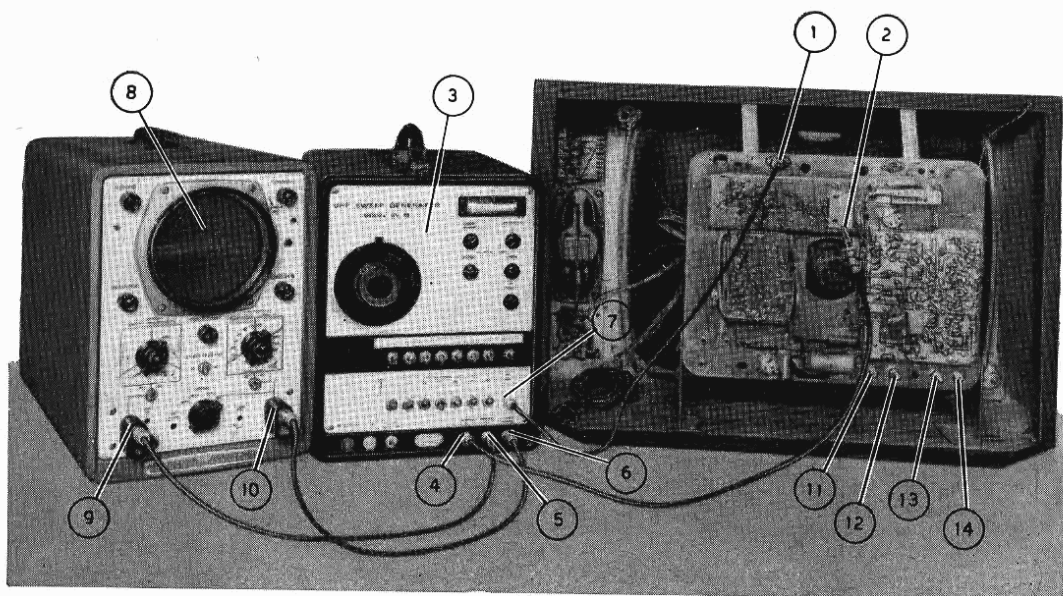

Fig. 5 - Disposizione degli strumenti per il controllo della copertura dei canali VHF.
In sede di collaudo si provvederà a controllare questa corrispondenza per un canale in ciascuna banda (es. banda I canale B - banda III canale D - fig. 5) e la copertura della gamma UHF (fig. 6).
Si effettua agendo sul potenziometro P 701 facendo in modo di agganciare il quadro mentre questo ruota lentamente dal basso verso l'alto e per il migliore interlacciato (fig. 5).
- Determinare la posizione centrale del potenziometro P 705 (comando accessibile a televisore chiuso) che costituirà la regolazione fine della frequenza orizzontale (fig. 5).